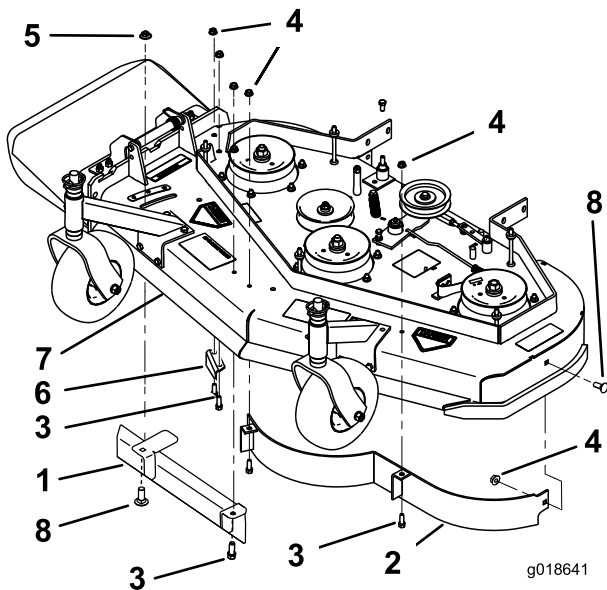
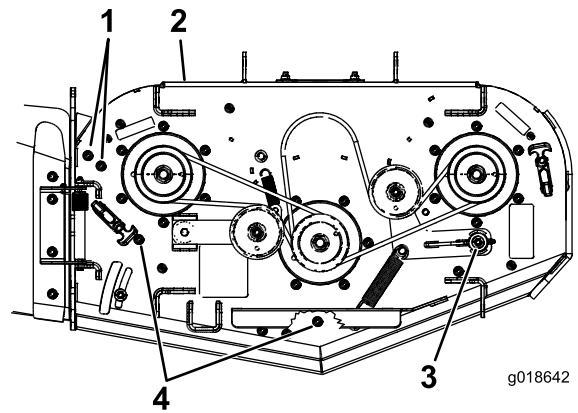

Bild 3
Bild 4
- Entfernen Sie die Muttern und Schrauben, mit denen das linke vordere Ablenkblech befestigt ist (Bild 3 und Bild 4).
- Entfernen Sie die Muttern und Schrauben, mit denen das Auswurfablenkblech befestigt ist (Bild 3 und Bild 4). Setzen Sie die Muttern und Schrauben ein, um die nach dem Abnehmen des Ablenkblechs vorhandenen Löcher abzudecken.
- Schrauben Sie die große Bundmutter und Schraube oder Haltenocke und die Scheibe aus dem verstellbaren Richtungsablenkblech heraus (Bild 3).
- Entfernen Sie die Mutter und Schraube, mit denen das verstellbare Richtungsablenkblech befestigt ist (Bild 3).